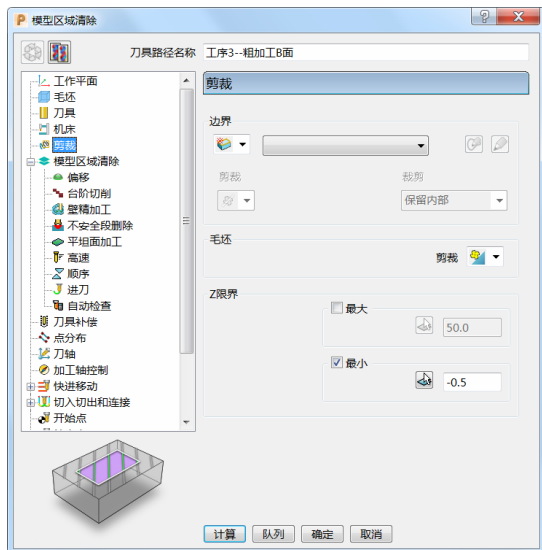

图 5-15
- 4) 剪裁：设定 Z 限界最小值为“-0.5”。（图 5-15）